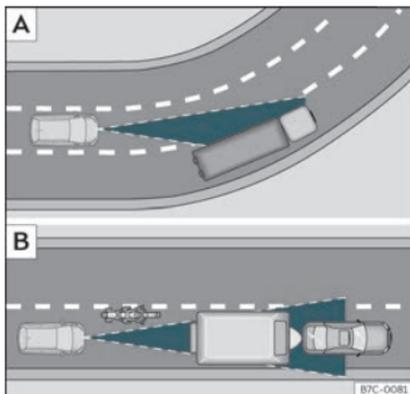

Fig. 159 [A] Véhicule à l'abord d'un virage. [B] Motocycliste circulant à l'avant hors du rayon d'action du capteur radar.
L'ACC pourrait ne pas détecter dans un virage le véhicule précédent, ou pourrait régler la distance par rapport à des véhicules qui se trouvent sur d'autres voie » » **fig. 159** [A].
- Véhicules circulant de manière non alignée ou en dehors de la zone de détection du capteur, par exemple, des motos. » » **fig. 159** [B]